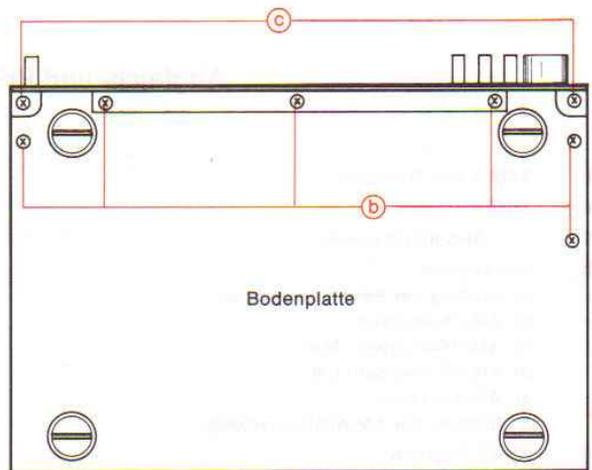

Abb. 2
3. Die Schrauben **b** auf Abb. 2 und 3 herausdrehen.
1. Vier Schrauben **c** herausdrehen (Abb. 2 und 3).